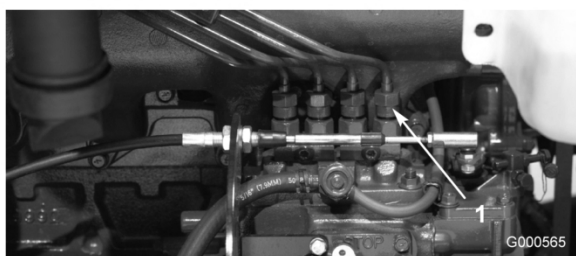

Figure 38
1. Desserrez le raccord entre l'injecteur N° 1 et le porte-injecteurs sur la pompe d'injection (Figure 38).